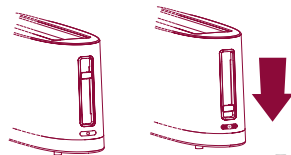

Fig. 5
- 3 Baisser le levier "lift mechanism" pour mettre l'appareil sous tension: la touche CANCEL s'allumera (fig. 5). Si le levier demeure abaissé, vérifier que la fiche est bien branchée sur la prise de courant.